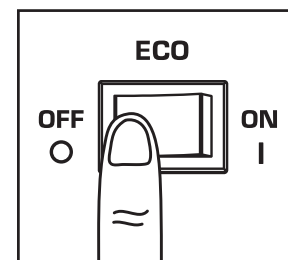

Figura 6
2. Presione la tecla **ECO** a la posición **"OFF"** (Figura 6).